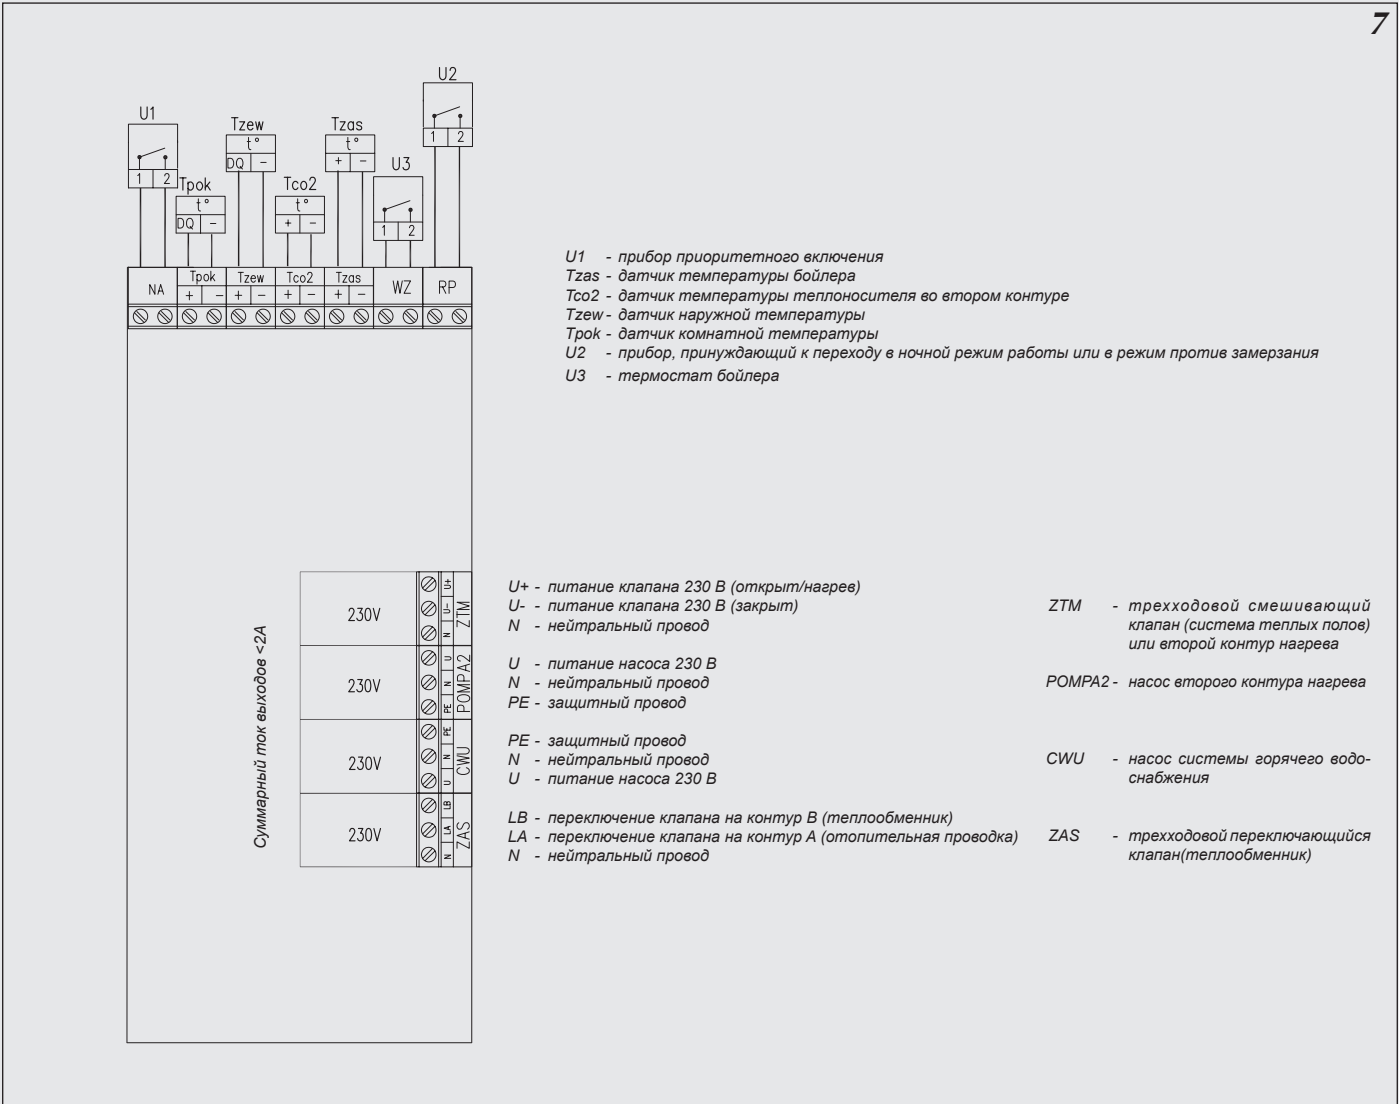

Рис.7 Подключение наружных устройств к плате ZIO
К котлу EKCO.M1z можно подключить, в зависимости от потребности, ряд дополнительных приборов или необходимых датчиков (рис. 7).
К котлу EKCO.M можно подключить прибор приоритетного включения – например проточный водонагреватель (рис.7), который будет выключать нагрев котла. Это решение используется с целью ограничения потребления максимальной мощности. Приоритетный прибор должен иметь выход сигнального управления. Прибор приоритетного включения подключается при помощи провода (напр. LIYY 2x0,14) к клеммам „NA” на плате ZIO. **На клеммы „NA” запрещается подавать какое-либо напряжение!** Перед подключением приоритетного прибора следует проверить имеет ли он выход сигнального управления. Если приоритетный прибор может управлять только сигналом напряжения, следует использовать соответствующее реле.
Из этих двух способов можно выбрать один при помощи соответственной установки в сервисном меню. Способ подключения клемм термостата и датчика температуры в теплообменнике представлен на рис.7.
На электронном модуле рис.7 имеются клеммы ZAS. На клемму LB подается напряжение 230В в случае, если есть необходимость догрева воды в теплообменнике. На клемму LA подается напряжение 230В в случае, если котел греет теплоноситель в отопительной проводке. К этим клеммам можно подключить трехходовой клапан, который будет переключать отопительный контур на запитку теплообменника. В случае запитки теплообменника температура теплоносителя стандартно устанавливается на уровне 85°C. Эту величину можно изменить в сервисном меню.
На рис. 7 представлен способ подключения трехходового клапана к котлу. Принято, что выход горячего теплоносителя из котла подключен к входу "AB" переключающегося клапана а выходы А и В служат соответственно для:
- Коричневый провод кабеля 45900445-013В подключить к клемме LB согласно рис. 7.
- Синий провод кабеля 45900445-013В подключить к клемме "N" согласно рис. 7.
Котел ЕКСО.М1z может управлять насосом системы горячего водоснабжения. Управление основано на включении или выключении этого насоса в зависимости от установленной суточной программы. Таким образом насос можно отключить, например на ночь. Насос подключается к плате ZIO согласно рис. 7. Напряжение питания насоса – 230В.
На плате ZIO рис.7 имеется разъем RP, замыкание которого приводит к переходу котла в режим работы против замерзания или в ночной режим работы. Выбор одного из этих режимов осуществляется в сервисном меню. Также как и на разъем NA, на него нельзя подавать напряжение!